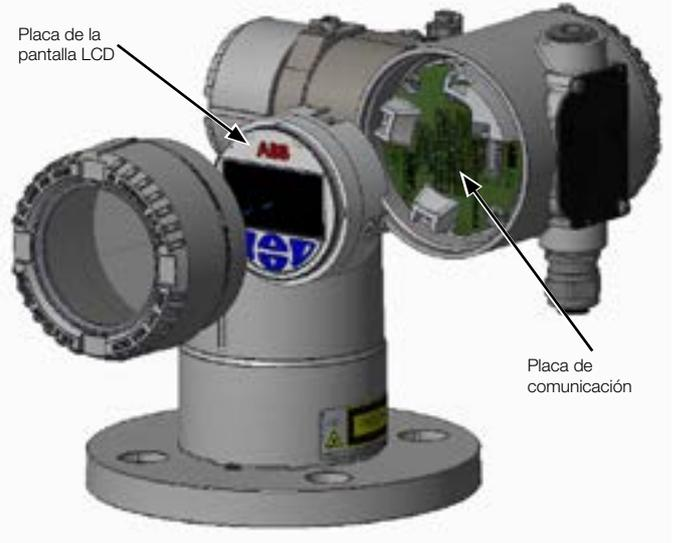

Figura 21 Rotación de la pantalla LCD
- Asegúrese de seguir la configuración de montaje como se ilustra en la Figura 20 y la Figura 21 en página 36.